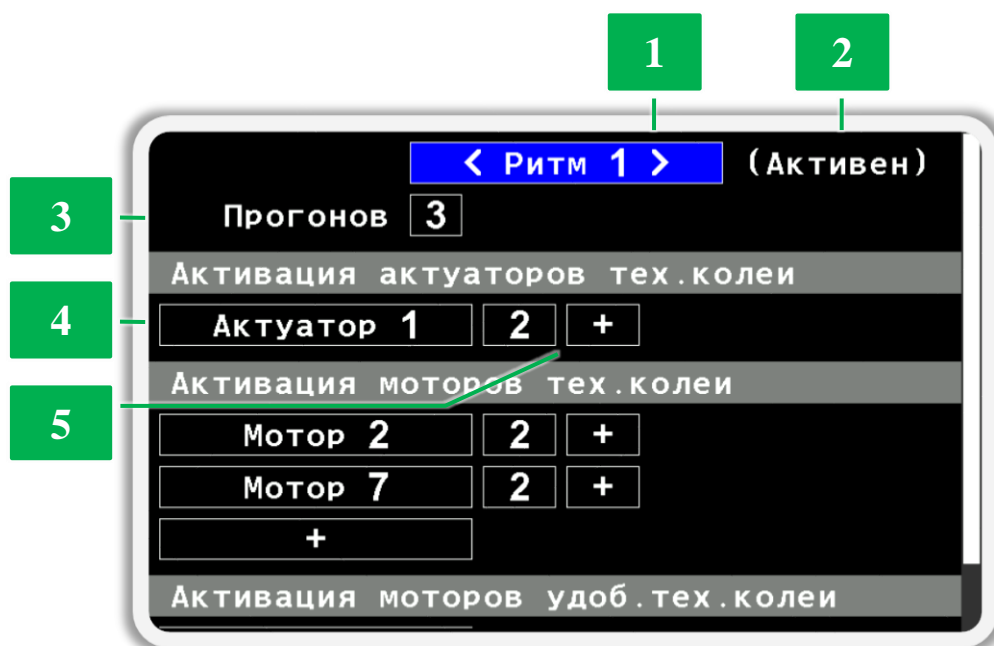

Рисунок 39 Экран «Настройки ритма технологической колеи»
- 6.3.5.4.2.  **Настройки ритма тех. колеи** - этот пункт меню вызывает экран настроек ритма технологической колеи (см. Рисунок 39).